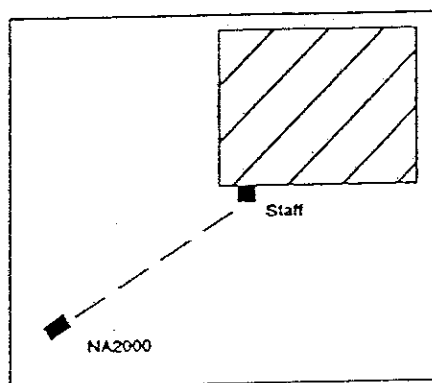

Fig. 9.1
- ▶ Een baak kan bij het opstellen op een muurbout, zonder nauwkeurigheidsverlies ook onder een hoek worden aangemeten, zie Fig. 9.1